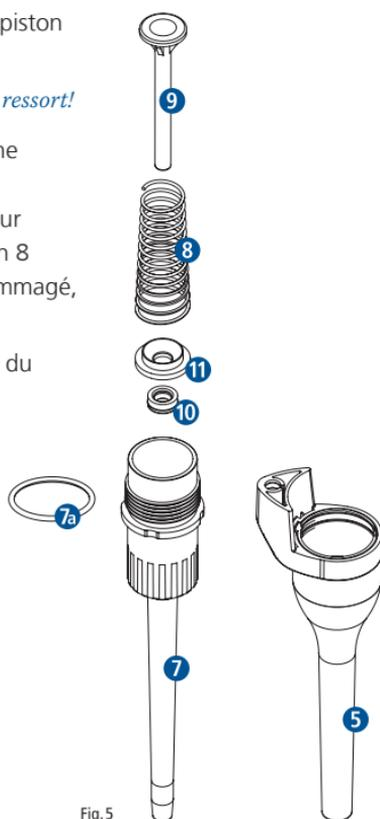

Fig. 5
- Retirez du joint torique **7a** le ressort **8** et le piston **9** (Fig. 5).
- Retirez la bague d'appui **11** (uniquement pour les modèles 100 µl, 200 µl et 1000 µl) (Fig. 5).